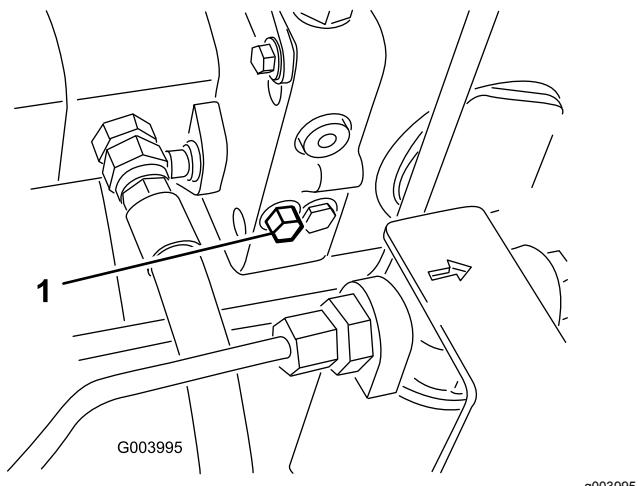

Figura 56
1. Localice la válvula de desvío a la izquierda del hidrostato (Figura 56).